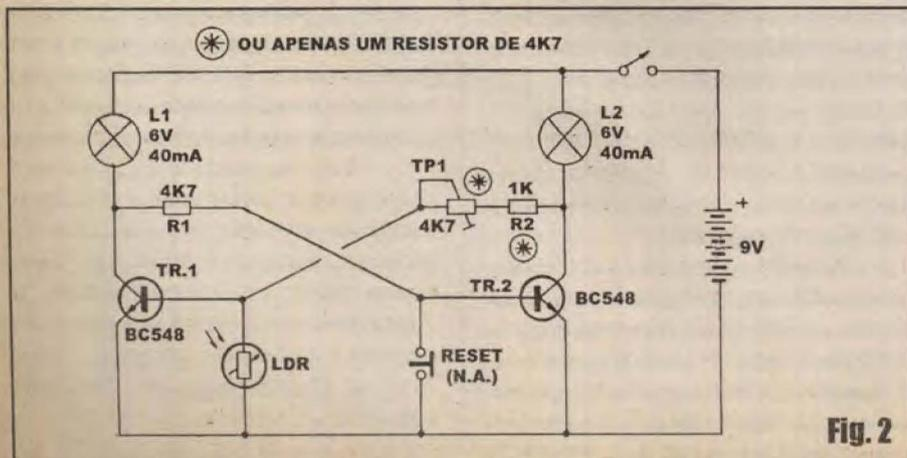

Fig. 2
- FIG. 2 - UM BIESTÁVEL PRÁTICO, PARA EXPERIMENTAR... - O circuito prático cujo esquema é mostrado no diagrama pode, facilmente, ser implementado pelo caro leitor/aluno numa matriz de contatos (*proto-board*), para verificação *ao vivo* do funcionamento e cálculos do BIESTÁVEL... Respeitada a organização já mostrada no diagrama básico, notem que os valores de R1 e R2 foram *rebaixados* para garantir um acendimento *consistente* das lâmpadas indicadoras... A princípio, o arranjo *série* formado por R2 e TP1 (respectivamente um resistor fixo de 1K e um *trim-pot* de 4K7) pode ser substituído por um único resistor, fixo, de 4K7... Notar ainda que uma das *entradas* de dados ou *eventos*, ou seja: a que prevê o estabelecimento de um *curto* entre a base do transistor da *esquerda* e a linha de *terra*, foi substituído por um LDR (Resistor Dependente da Luz). Dessa forma, quando luz suficientemente intensa atingir o dito LDR (quem quiser saber mais a respeito terá que consultar antigas *aulas* específicas do ABCDE...), este *desviará* grande parte da disponível corrente de base do transistor para a linha de *terra*, promovendo o *corde* de TR1... Já para tornar prático e fácil o contato momentâneo da base de TR2 com a linha do *negativo* da alimentação (*terra*), um mero *push-button* N.A. foi incorporado... Depois de montado o circuito experimental, colocadas as pilhas ou bateria e ligada a alimentação, o arranjo deve ser levado para um ambiente escuro (ou pelo menos *não muito iluminado*...), que pode ser um cômodo da casa, em horário noturno, com a luz local apagada... Apertando-se o botão de *reset* (*push-button* N.A.), a base de TR2 será